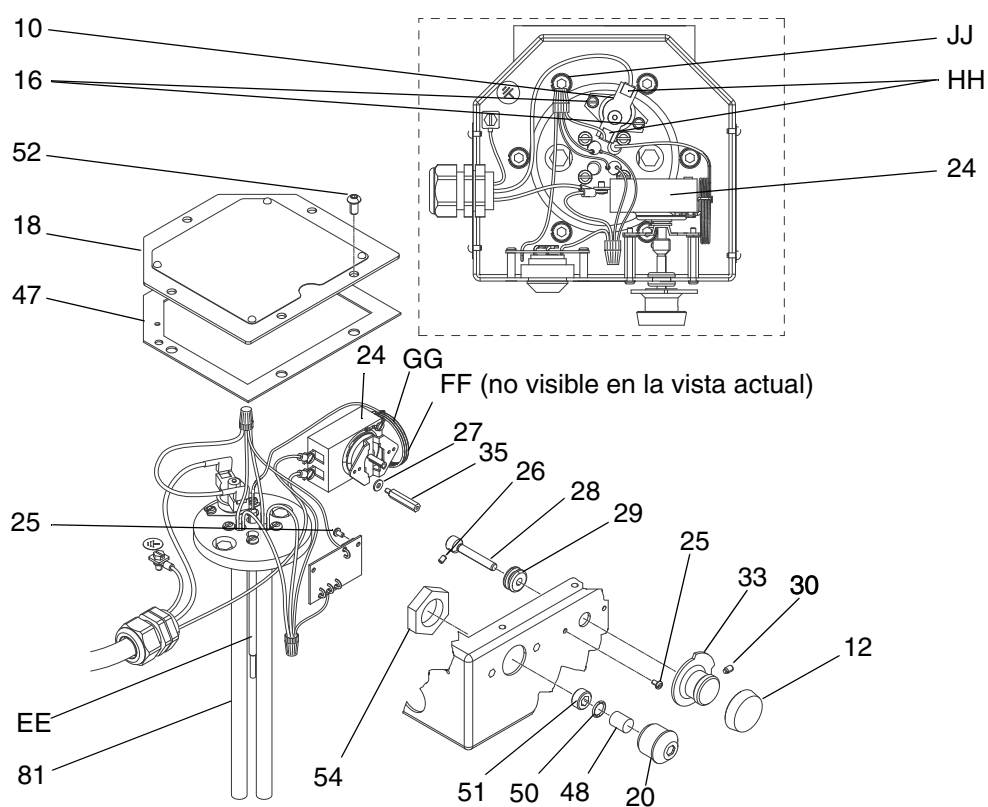
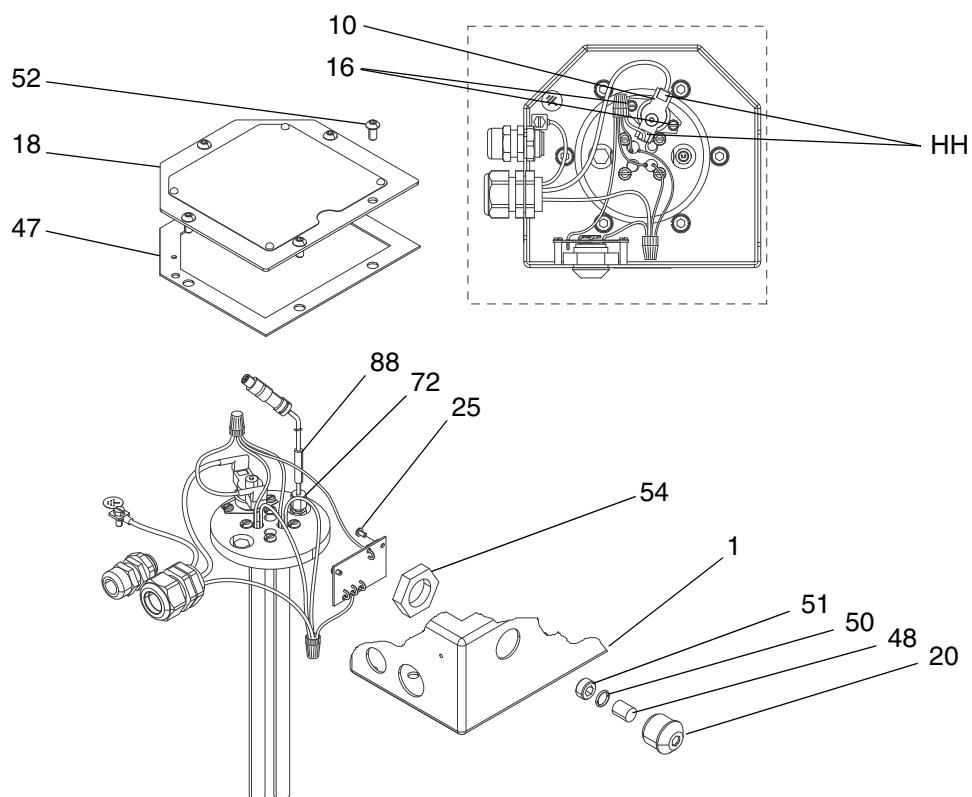

FIG. 10: Reparación del termostato - 24P016
FIG. 11: Reparación del sensor - 262853
(Modelo 24P016 solamente, consulte la FIG. 10 en la página 17)
- Consulte la FIG. 10 o la FIG. 11 en la página 17 para ver las conexiones de los cables.
- Modelo 262853 solamente: asegúrese de que el núcleo (68) está alineado con la clavija del tapón (82) en el alojamiento (67).
- Asegúrese de que la junta (47) esté instalada y alineada con los orificios para tornillos del alojamiento eléctrico.
- Fije la cubierta (18) con tornillos (52). Apriete los tornillos a 85-90 in-lb (10 N•m).